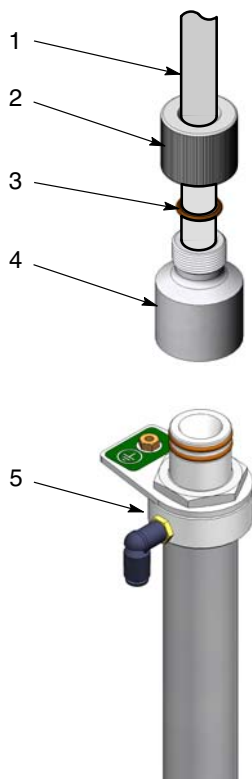

Figura 7 Ansamblu adaptor tubulatură de admisie
NOTĂ: Ansamblurile adaptor tubulatură de admisie sunt disponibile pentru tuburile de admisie cu sau fără inel O exterior. Figura 7 prezintă un tub de admisie cu inel O exterior.
1. A se vedea Figura 7. Tăiați drept capătul tubulaturii de aspirație (1) cu ajutorul unui cuțit de tubulatură.
2. Introduceți aproximativ 2 inci din tubulatura de aspirație prin piulița de fixare (2).
3. Montați inelul O (3) pe tubulatura de aspirație.
4. Introduceți tubulatura de aspirație în adaptorul pompei (4) până când ajunge la capăt.
7. Montați ansamblul adaptor pe tubul de admisie (5) cu ajutorul unei mișcări de răsucire.